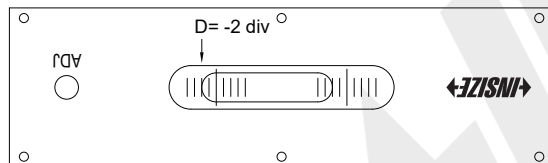

Fig.9
- Depois que a bolha parar de se mover, leia D na escala (Fig.9).